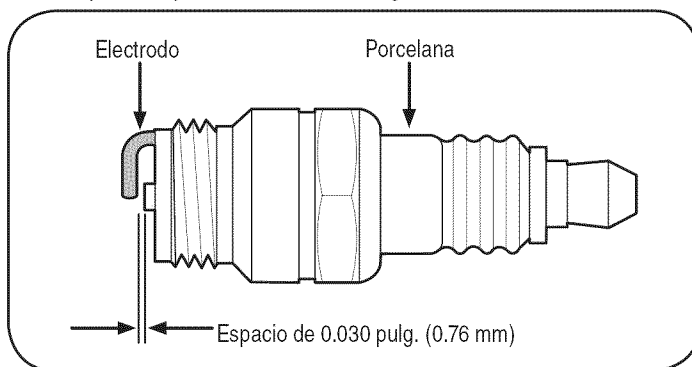

Figura 22
2. Saque e inspeccione la bujía. Verifique la separación para asegurarse de que está fijada en 0.030". Vea la Figura 22.